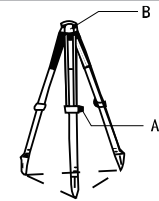

Fig.1
- (1) Ajustez le trépied en position horizontale, Serrez la vis A. (Figure 1)